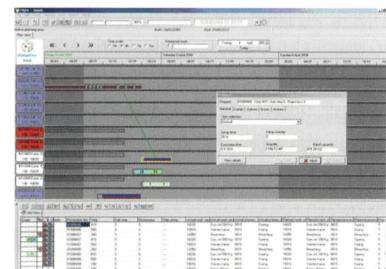

Abb. 1: MQM – Aktualisierung der Produktion in Echtzeit
– entsprechend zugeordnet und optimal genutzt werden können (Abb. 1). Was geschieht jedoch, wenn dem Zeitplan drastische Änderungen – ein plötzlicher, dringender Auftrag, eine ungeplante Unterbrechung der Maschinen oder andere Abweichungen – aufgezwungen werden? Hat Ihr Produktionspersonal Sie jemals darauf hin angesprochen?